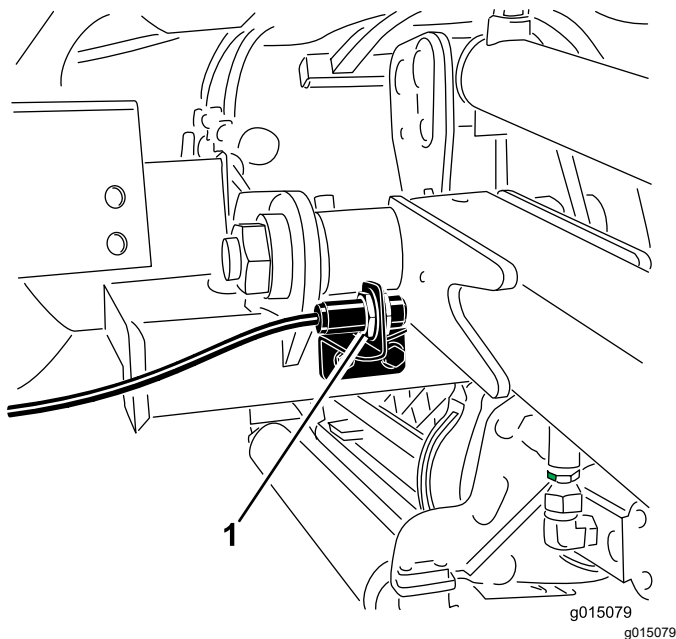

Figura 39
2. L'interruttore del braccio di sollevamento è situato dietro il braccio di sollevamento anteriore destro (Figura 39).
3. Allentate le viti di attacco dell'interruttore (Figura 39) e alzate l'interruttore per aumentare l'altezza d'inversione del braccio di sollevamento, o abbassate l'interruttore per ridurla. Serrate le viti di fissaggio.